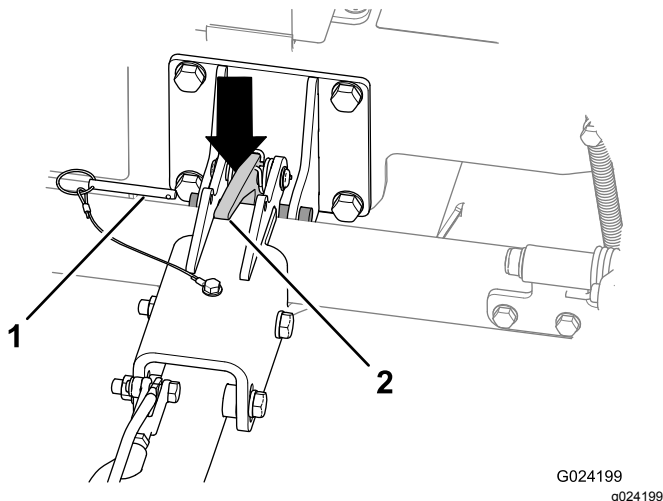

Bild 28
- A. Entfernen Sie den Arretierbolzen (Bild 28).
- C. Drücken Sie den Anbauvorrichtungsriegel nach unten, um die Anbauvorrichtung auszuhaken (Bild 28).